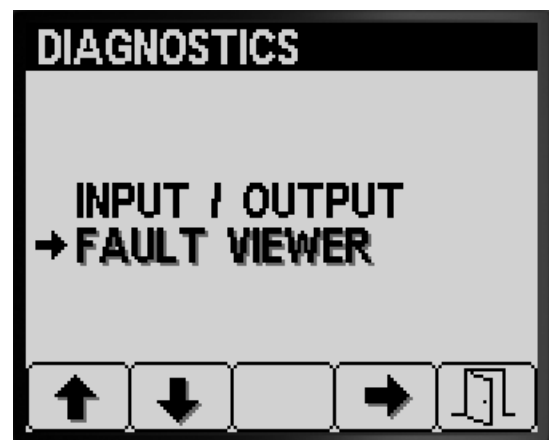

Figure 86
1. Appuyez sur le bouton 1 ou 2 de l'écran Diagnostics jusqu'à ce l'option FAULT VIEWER (afficheur d'anomalie) soit atteinte (Figure 86).
2. Appuyez sur le bouton 3 pour sélectionner l'option FAULT VIEWER (Figure 86).